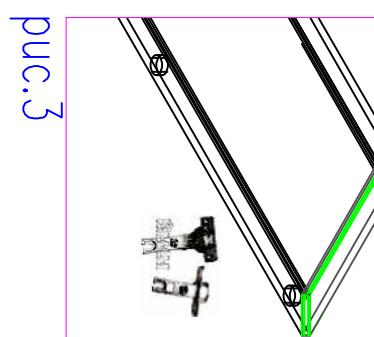

рис.3
- 3.На посадочные места дверей дет.8 установить петли Ф №7 (рис.3.), с помощь саморезов Ф №10